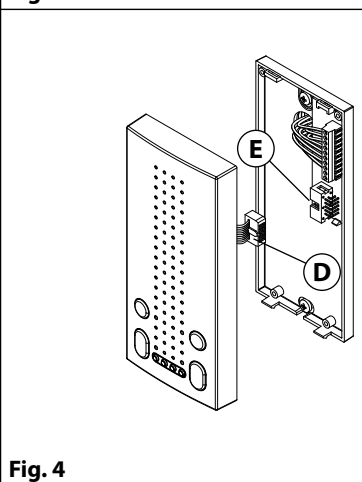

Fig. 4
- Come mostrato in **Fig. 4**, utilizzando un giravite a punta piatta, collegare i fili alla morsettiera della scheda di connessione **(C)** come da schema di installazione fornito a corredo.